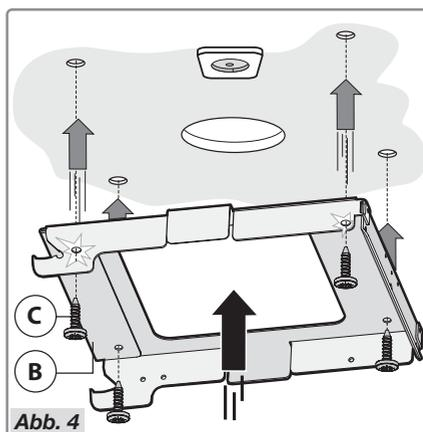

Abb. 4
- Nehmen Sie die Halterung B und befestigen Sie diese mit den 4 Schrauben C (Abb. 4) an der Decke.